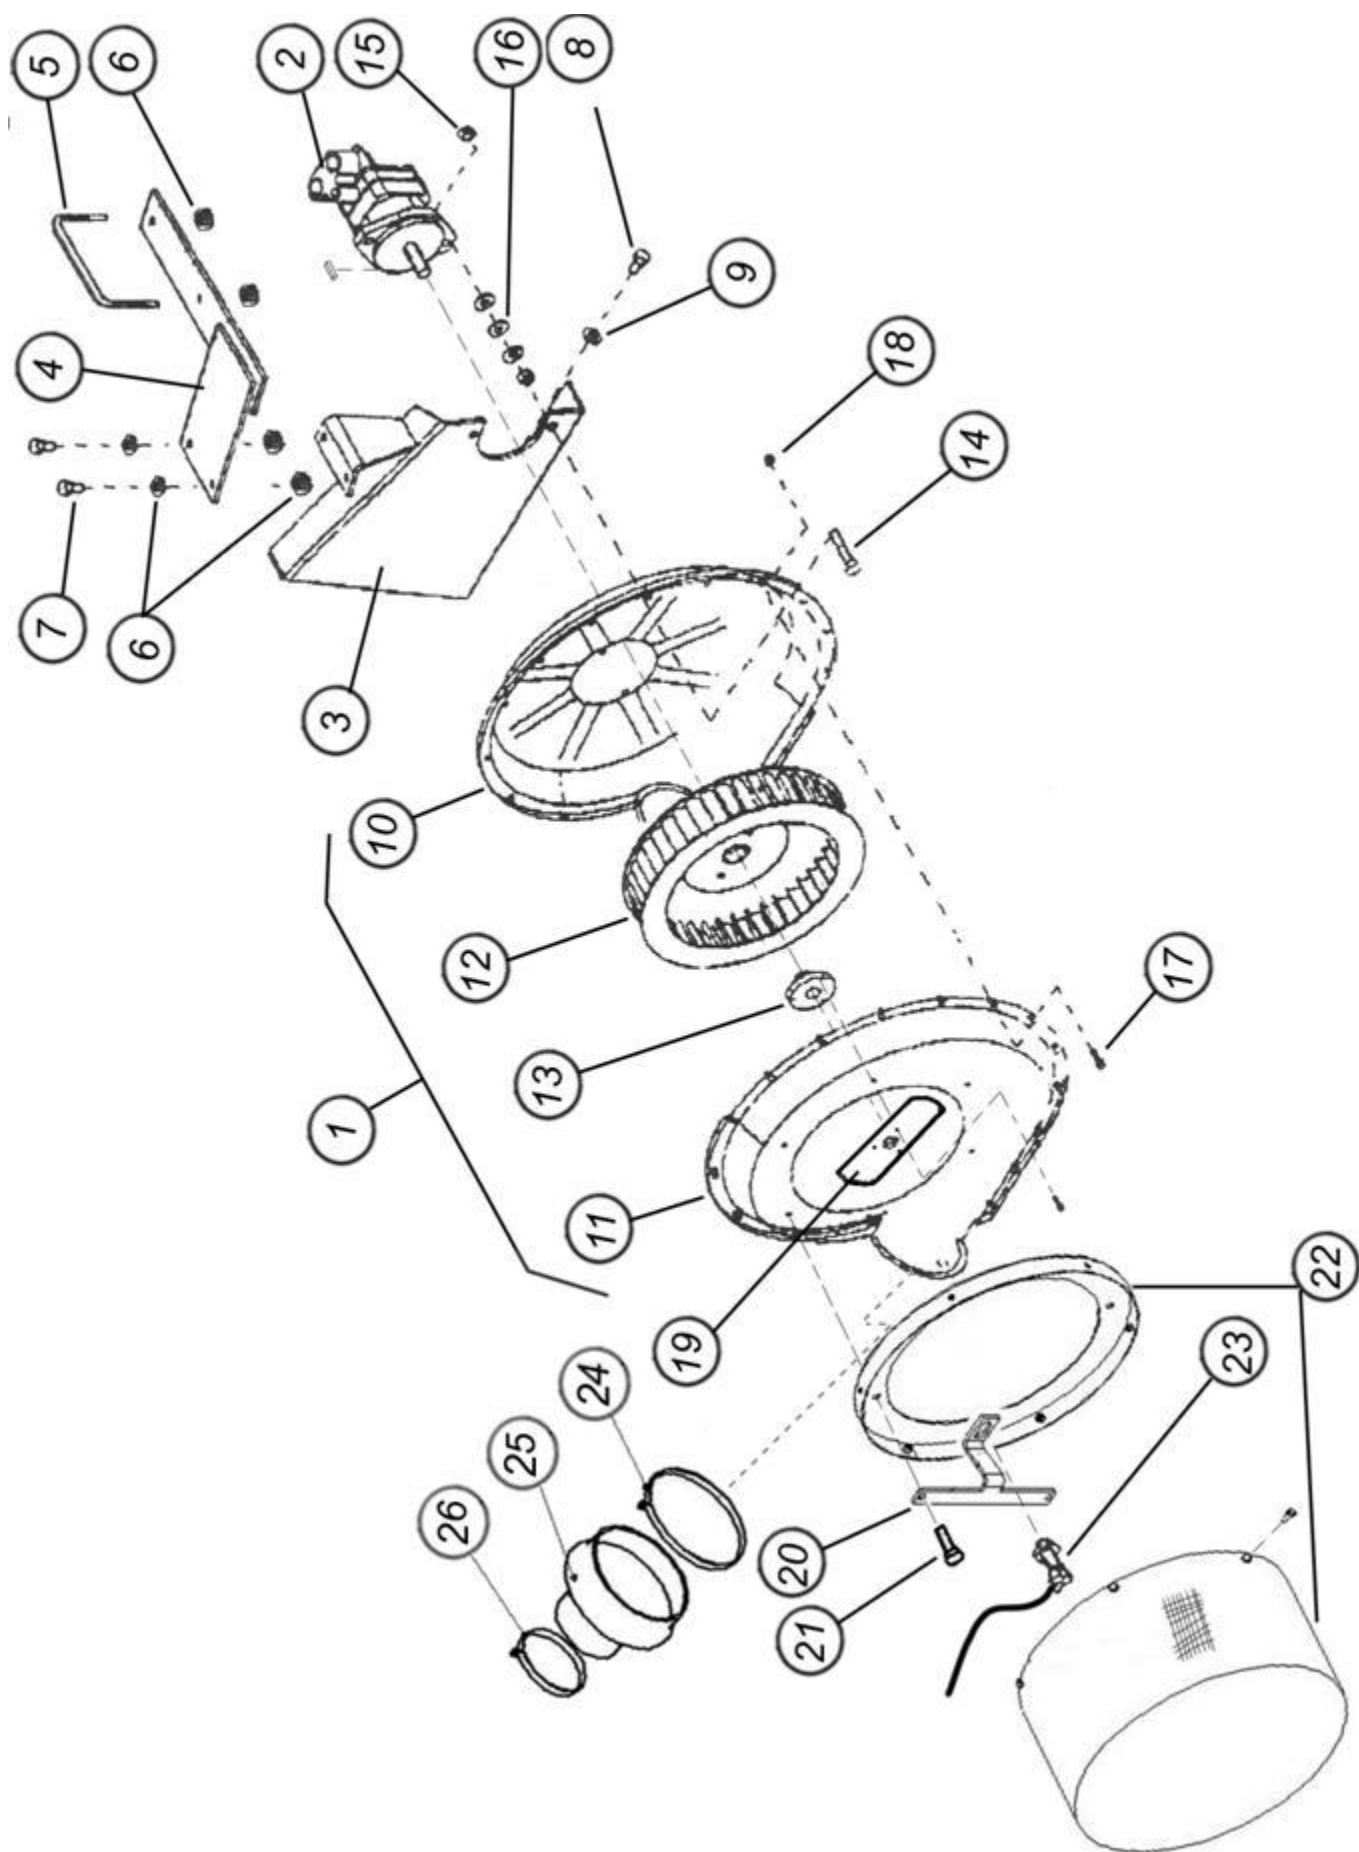

Рис. 7.2.8.1. Детали и узлы вентилятора 6"с гидроприводом
7.2.8.2. Вентилятор 8" с гидроприводом (рис. 7.2.8.2)